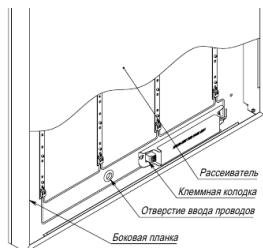

Рис.1. Внутренний вид светильника
- Повернуть боковую планку (см.рис.1);
- Выдвинуть рассеиватель (переднюю крышку) (см.рис.1);
- Завести провода через отверстие на задней стенке светильника (см.рис.1) ;